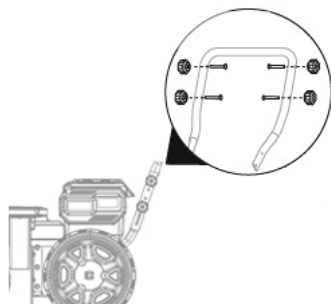

Рис. 3
1. Ослабьте четыре фиксирующие винтовые головки, которые предварительно установлены на нижней рукоятке, и снимите четыре болта (Рис. 3).